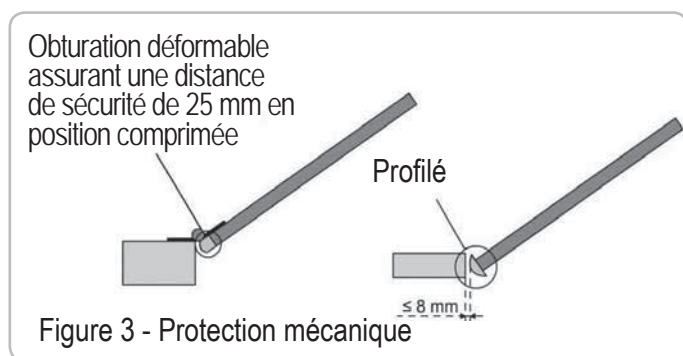
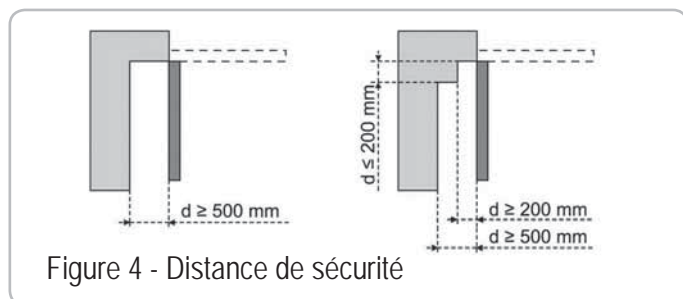

Figure 3 - Protection mécanique
Figure 4 - Distance de sécurité
ZONE 2* Risque d'écrasement avec une partie fixe attenante	Détection d'obstacle intrinsèque à la motorisation. Valider impérativement que la détection d'obstacle est conforme à l'annexe A de la norme EN 12 453). Protection par une protection mécanique (voir Fig.3) ou par des distances de sécurité (voir Fig.4)
ZONE 3* Risque de coupure et d'écrasement à l'ouverture avec une partie fixe attenante éventuelle	Supprimer tous les points d'accrochage et tous les bords coupants de la surface du tablier Supprimer tout jour de dimension ≥ 8 mm ou ≤ 25 mm La protection contre l'écrasement avec une partie fixe avoisinante peut se faire par : - détection d'obstacle intrinsèque à la motorisation. Valider impérativement que la détection d'obstacle est conforme à l'annexe A de la norme EN 12 453). - des distances de sécurité (voir Fig. 4)
> Dimensions portes (Fig. 3)
3.1 Hauteur d'installation - Fig. 4